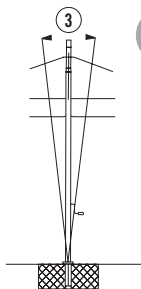

Fig. 5
**(d) Inclinazione laterale (fig. 5 e 7)**
- Scoprire le viti di ancoraggio (8) togliendo il bullone di connessione inferiore (6) e alzando il coperchio paraviti (7).
- Lasciare serrata la vite di ancoraggio (8a) sul retro del palo e allentare di ½ giro le altre quattro viti di ancoraggio (8).
- Avvitare in senso orario la vite di livellamento (9) dalla parte dove il bordo del tetto dell'ombrellone pende più in basso. Un giro di vite completo fa salire il bordo del tetto dell'ombrellone di ca. 4 cm.
- Dopo la messa a livello stringere di nuovo tutte le viti (8) allentate.